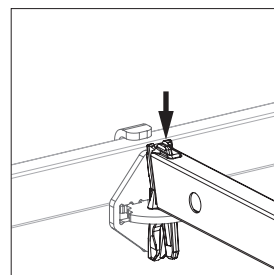

Fig. A11.06j
5. Serrare i cunei dei correnti orizzontali. (Fig. A11.06j)